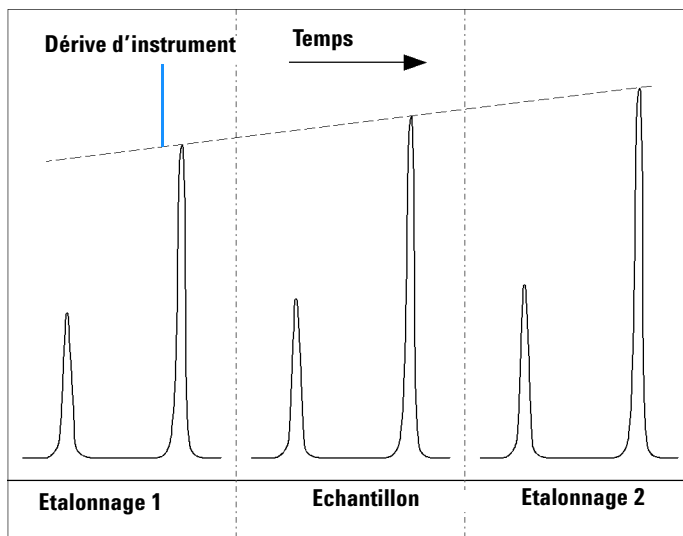

Figure 39 Délimitation
- La seconde injection est un échantillon, voir la Figure 39 page 201.
Pour obtenir un résultat quantitatif précis pour l'injection deux (l'échantillon), il faut faire une interpolation entre les deux échantillons d'étalonnage ; voir la Figure 39. Ce processus est appelé délimitation.